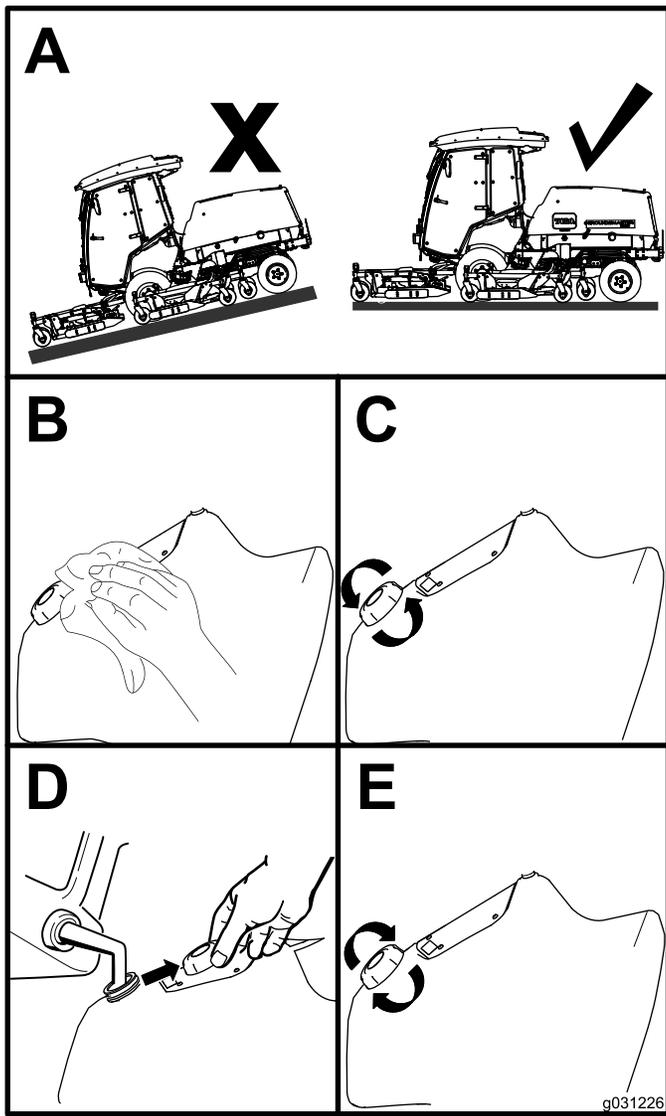

Figura 16
1. Parcheggiate la macchina su terreno pianeggiante (Figura 16).